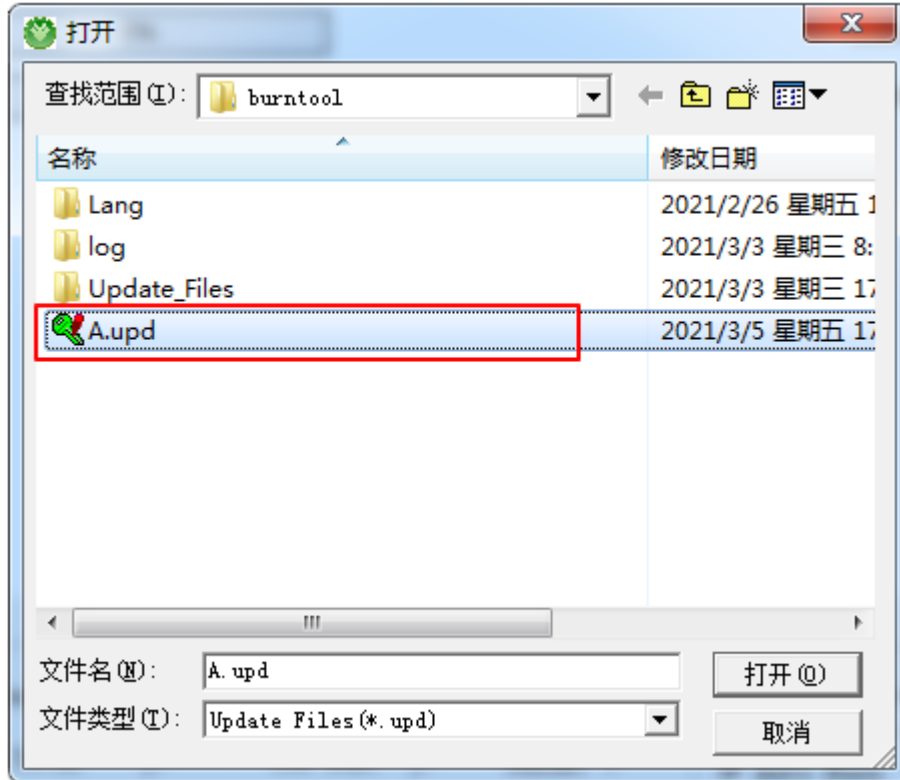

图 2-4 选择导入的 upd 文件
- 2、选择 2.2.1 章节导出存放好的.upd 文件，如图 2-4 所示。